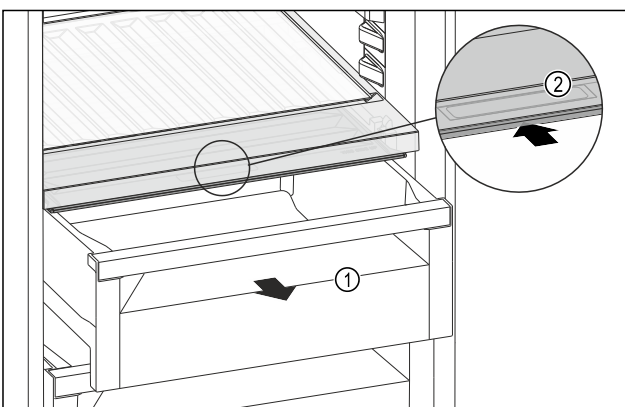

Fig. 98
- Schubfach Fig. 98 (1) herausziehen.
- Griffmulde Fig. 98 (2) am Fachdeckel anfassen und Fachdeckel gleichzeitig nach hinten schieben.